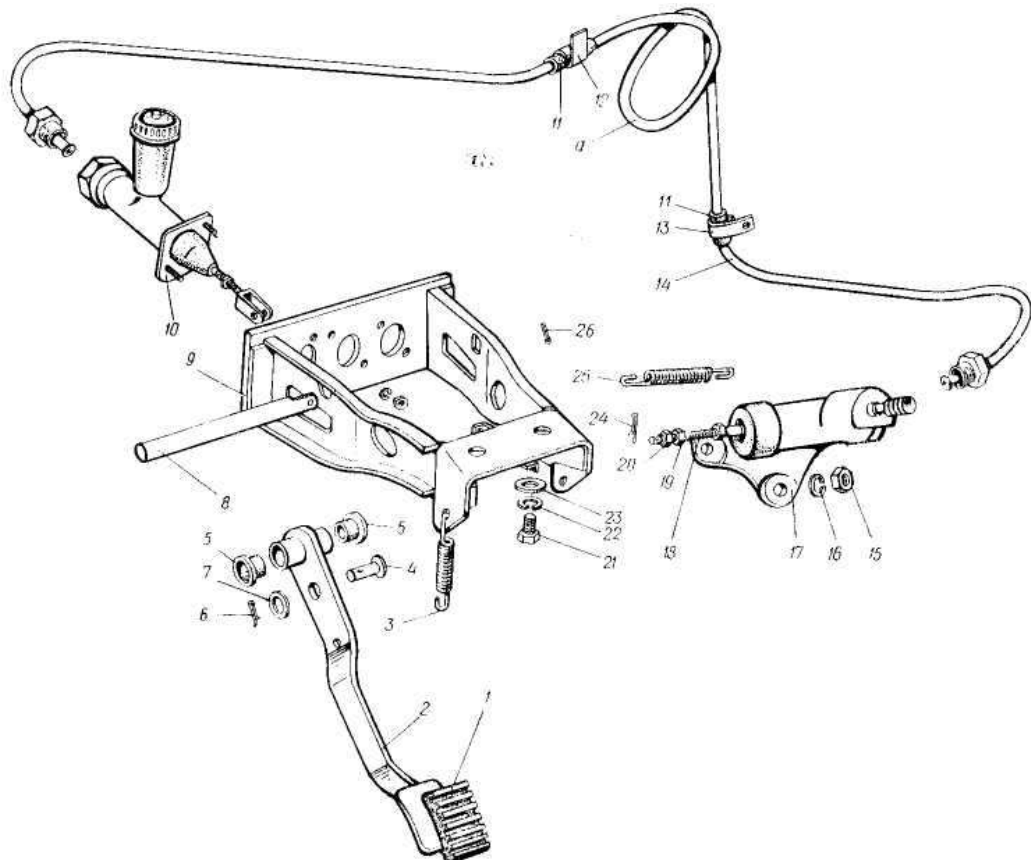
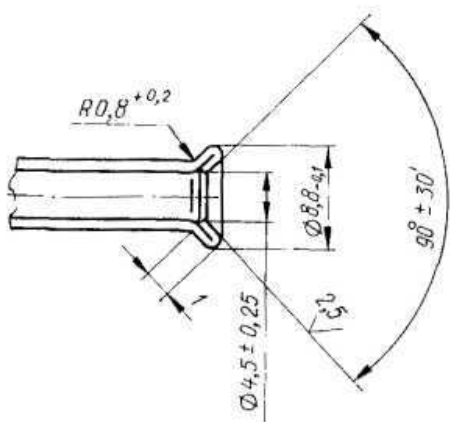

Рис. 107. Привод выключения сцепления:
Рис. 108. Развальцовка концов соединительной трубки
Привод выключения сцепления. На автомобиле применен гидравлический привод выключения сцепления. Педаль 2 (рис. 107) с запрессованными пластмассовыми втулками 5 установлена на общей с педалью тормоза оси 8. Ось установлена на общем для главных цилиндра сцепления 10 и цилиндров тормозов кронштейне 9. Силовой агрегат на автомобиле подвешен на амортизационных опорах и, следовательно, в пределах эксплуатационной деформации опор совершает пространственные колебания по отношению к кузову. В этой связи для предотвращения облома трубка 14 привода скобкой 12 закреплена к кузову и скобкой 13 к поперечине передней опоры силового агрегата и между этими опорными точками имеет компенсационный виток *a*. Трубка — стальная оцинкованная Ø6 мм и толщиной стенки 0,7 мм. Развальцовка концов трубки показана на рис. 108.
- оттяжная пружина 3 (рис. 107) педали должна; удерживать педаль в верхнем крайнем положении;
- оттяжная пружина 25 (рис. 107) вилки выключения сцепления должна чётко возвращать поршень цилиндра привода выключения сцепления в его исходное положение.